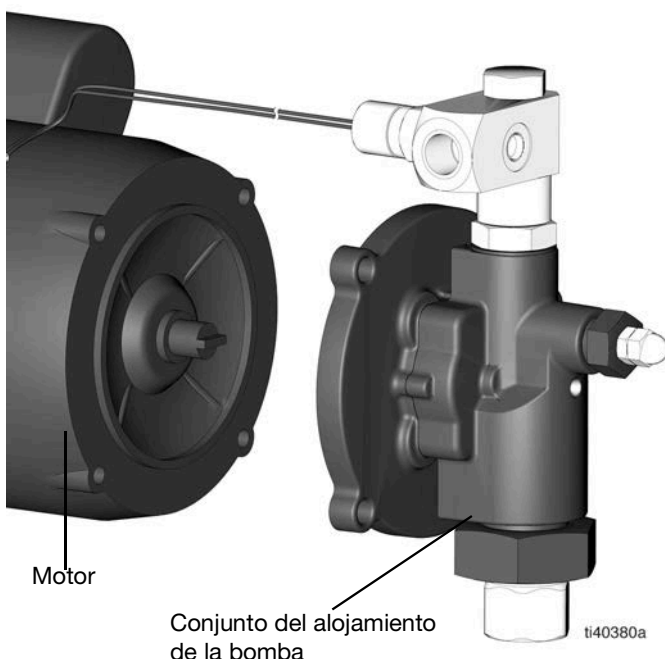

FIG. 25
14. Retire del motor el conjunto del alojamiento de la bomba (FIG. 25).